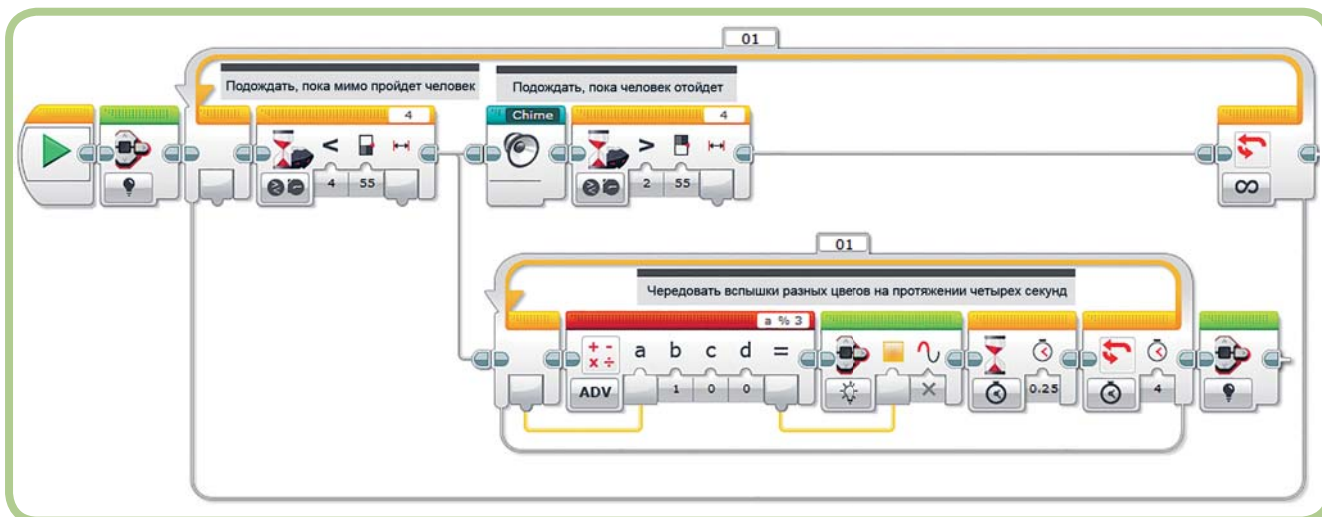

Рис. 18.7. Мигание индикатора состояния модуля во время воспроизведения звукового сигнала
После внесения изменений, показанных на рис. 18.7, программа сначала отключает индикатор состояния модуля, а затем входит в цикл и ждет, пока мимо пройдет человек. В этот момент запускается контейнер **Chime** вместе с блоками другой последовательности. С помощью блоков второй последовательности включается подсветка индикатора состояния модуля, которая поочередно вспыхивает тремя цветами с паузой в четверть секунды. Остаток от деления значения **Параметр цикла** (Loop Index) на 3 определяет цвет, используемый блоком **Индикатор состояния модуля** (Brick Status Light), поэтому данное значение циклически изменяется в пределах от 0 до 2. Блоку **Chime** требуются четыре секунды на воспроизведение всех нот. По этой причине для того, чтобы индикатор состояния модуля мигал на протяжении такого же периода времени, блок **Цикл** (Loop) настроен на повторение в течение четырех секунд. После завершения цикла подсветка индикатора состояния модуля отключается.
6. После подключения блока **Цикл** (Loop) к программе добавь оставшиеся блоки и шины данных в соответствии с рис. 18.7.